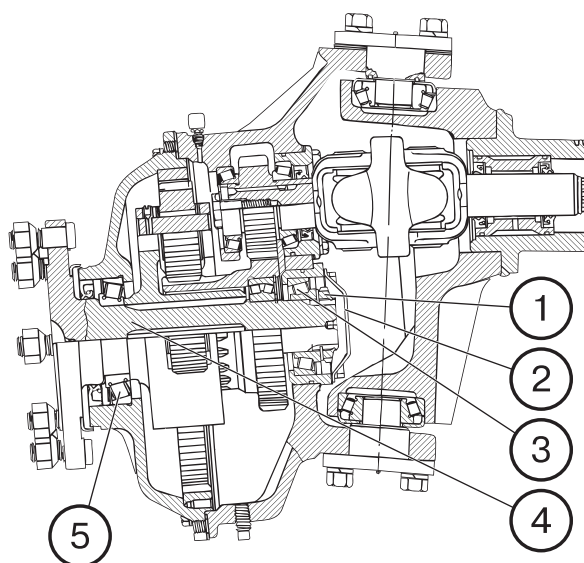

Рис. 77.
7.6.17. Регулировка конических роликоподшипников планетарно-цилиндрических редукторов ПВМ (Беларус 82.2) (рис. 77)